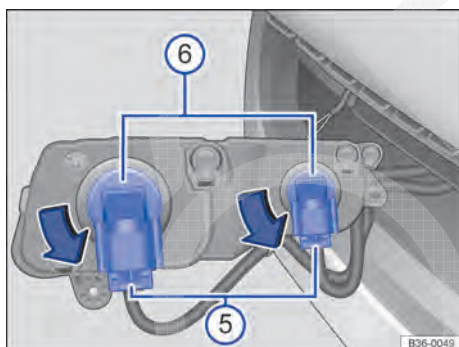

Fig. 252 Substituir a lâmpada incandescente no farol.
7. Destruvar e retirar a tomada ⇒ Fig. 252 (5).
8. Girar a lâmpada incandescente (6) no sentido anti-horário até o batente e retirá-la.
12. Colocar a tomada (5) na lâmpada incandescente, até que ela se trave de maneira audível. ▶